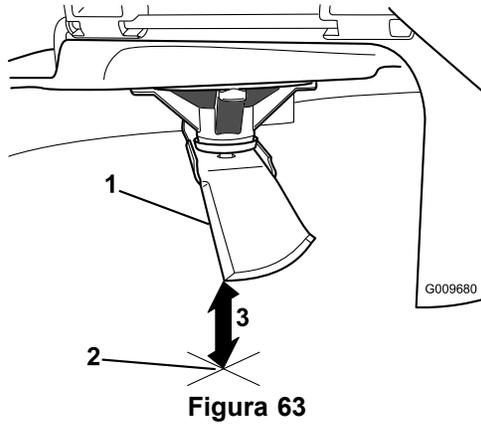

Figura 63
- Mida desde la punta de la cuchilla hasta la superficie plana (Figura 63).